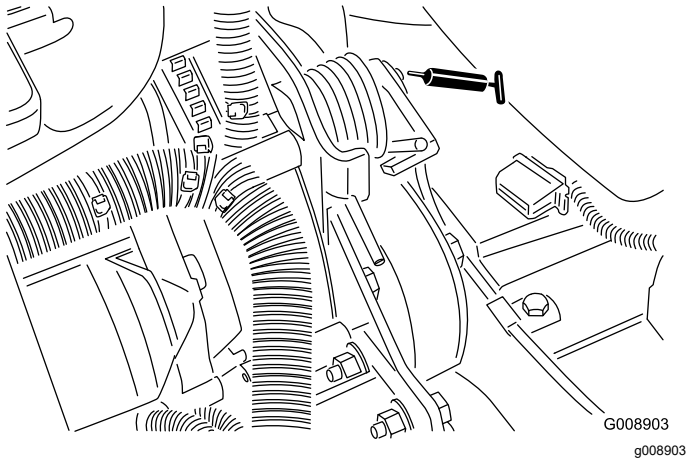

Bild 65
- Riemenspannungsdrehbüchse (Bild 65)